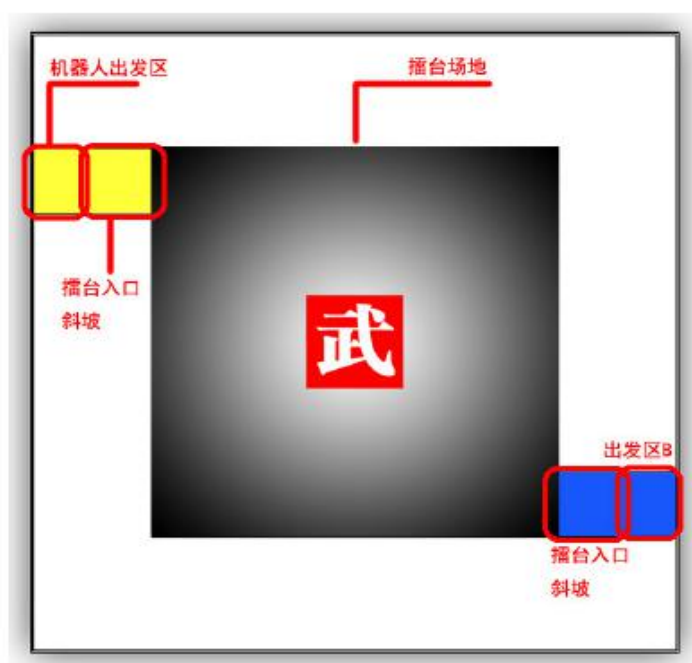

图 2.3 仿人擂台赛项目(有斜坡导引登台)的场地示意图
(1) 场地区域示意图如图 2.3 所示。
比赛场地大小为长、宽分别为是 2400 mm，高 150mm 的正方形矮台，台上表面即为擂台场地。底色从外侧四角到中心分别为纯黑到纯白渐变的灰度。场地四边中间有长 1400mm，高 50mm 的围挡场地地面为黑色，围栏四个角落贴有绿色和蓝色的标识。出发区用正蓝色和正黄色颜色涂敷，平地尺寸为 300mm\*400mm，出发坡道水平长度为 400mm，宽度为 400mm，坡道顶端高度与擂台平齐，即 150mm。机器人从出发区启动后，沿着该坡道走上擂台。场地地面为黑色。场地四周 700mm 处有高 500mm 的方形黑色围栏。比赛开始后，围栏内区域不得有任何障碍物或人。场地中央有一个正方形红色区域，区域中心是一个白色“武”字。具体的尺寸见图 2.3。场地的材质为木质，场地表面最小承重能力 100kg。场地表面的材料为亚光 PVC 膜，各种颜